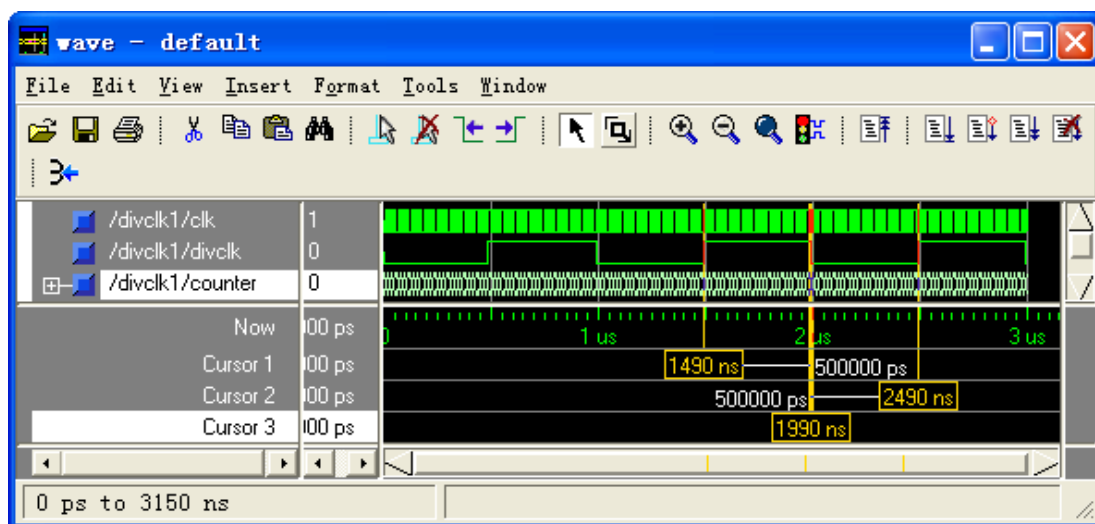

图 8-3-9 仿真波形窗口
- 16、这时候点击  按钮 (在当前波形窗口中显示所有波形),点击  可以在波形窗口添加竖线,点击  可以调整选定竖线在选定信号的变化处,调整完毕,我们可以在波形窗口看到如图 8-3-9 所示的窗口,可以看到分频得到的时钟占空比为 1(即一个周期内容为 1 时间等于波形为 0 的时间),分频后周期为 1us;